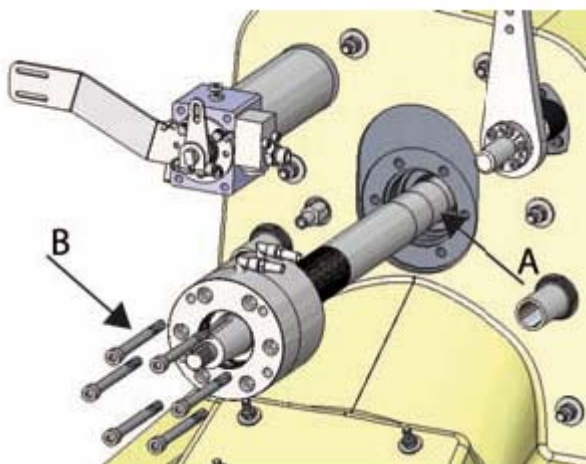

Figura 25. Collegamento della cassa del cuscinetto
3. Mettere il cuscinetto dell'albero in posizione attraverso il foro del corpo dell'idrogetto. (figura 25, punto A) e stringere i bulloni della cassa (6 pezzi in totale, figura 25, punto B).